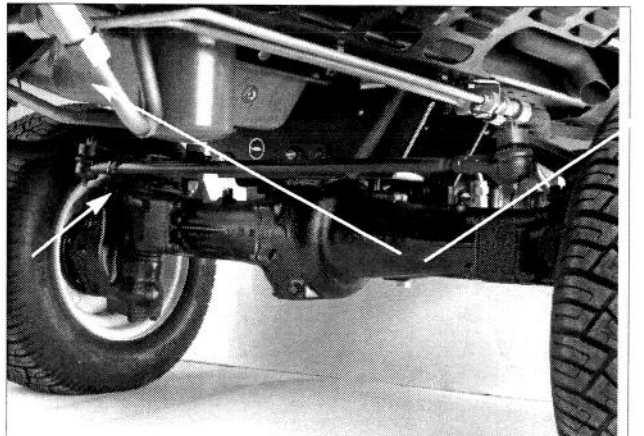
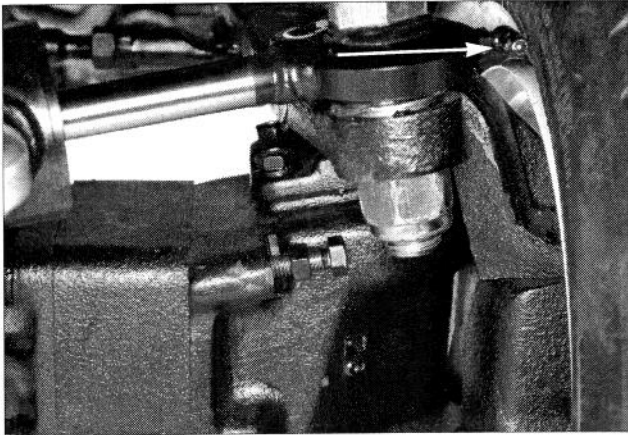

Figure 29
Figure 30
assemblages bars d'accouplement (2), pivot central (1), joints d'essieu (2) (Fig. 29); extrémités cylindre (2) (Fig. 30).